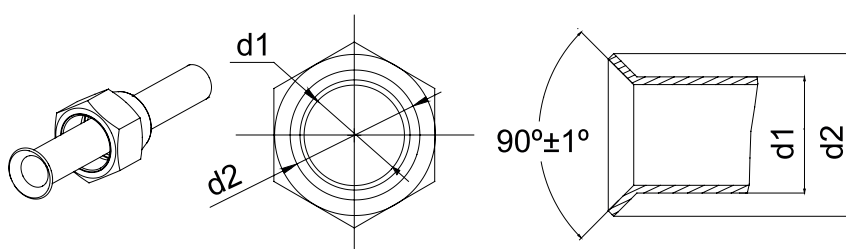

Fig.9
- (1). Tagliare la tubazione frigorifera con un tagliatubi e rimuovere la sbavatura.
- (2). Tenere il tubo rivolto verso il basso, per evitare che le parti tagliate penetrino nella tubazione stessa.
- (3). Togliere i dadi svasati dal rubinetto dell'Unità Esterna e dall'interno della busta accessori dell'Unità Interna, poi inserirli nella tubazione frigorifera e realizzare la cartella utilizzando la cartellatrice.
- (4). Verificare che la cartella sia uniforme e che non siano presenti crepe (vedi Fig.9).